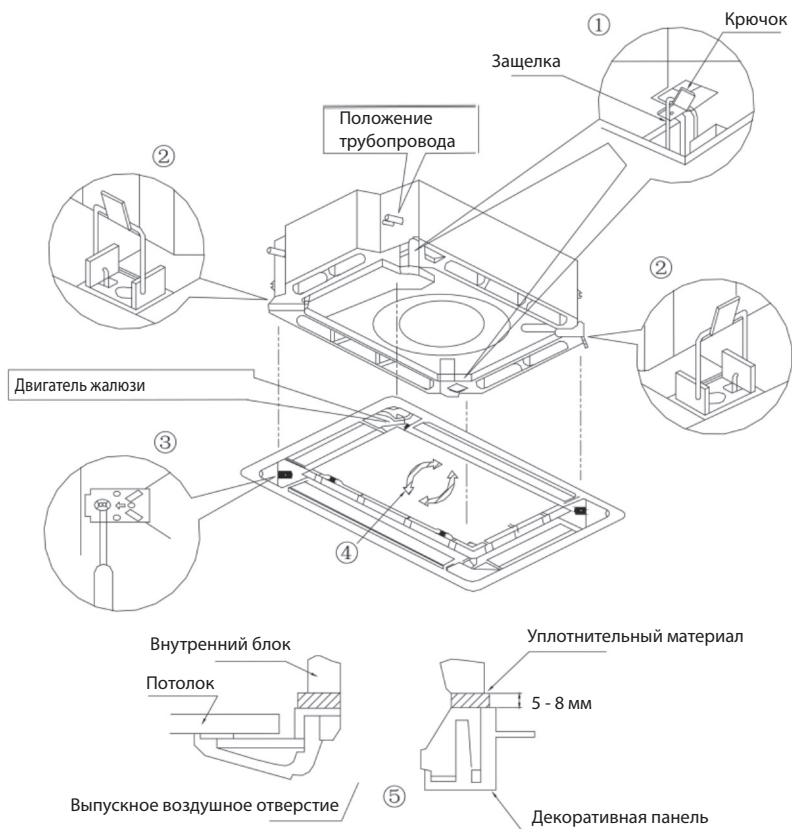

Рисунок 13
1. Установите панель на корпус внутреннего блока, совместив положение отверстий двигателя жалюзи на панели, отверстий для трубопроводов на панели и отверстий для фреоновых трубопроводов внутреннего блока, как показано на рис. 13.
- Отрегулируйте панель, повернув ее в направлении стрелки, как показано на рис. 13, так, чтобы регулировочная пластина хорошо встала в потолок.